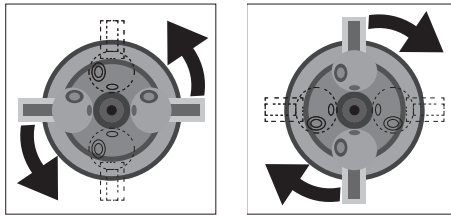

Рис. 4
**9.** При пробной окраске определите необходимую скорость ведения распылителя для равномерной окраски и расход материала, во избежание, при большой скорости и недостаточном расходе, неравномерного покрытия; а при низкой скорости и избыточном расходе - потеков материала. Регулировка расхода материала осуществляется вращением регулятора (8).
**ВНИМАНИЕ!** Во избежание повреждения изделия, поворот сопел осуществляйте в след. направлениях (Рис. 4):